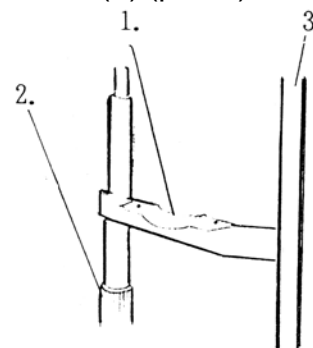

Рис. 8
Настройте высоту подбородника (1) с помощью ручки (2) так, чтобы глаз пациента располагался на уровне черной отметки (3) (рис.8).